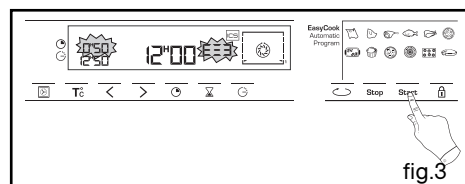

fig.3
- Validez en appuyant sur le bouton **Start** pour démarrer la cuisson (fig.3).